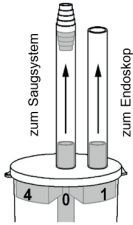

Abb. 1
1. Conecte la manguera de la conexión central del sífon al sistema de aspiración (Fig. 1).